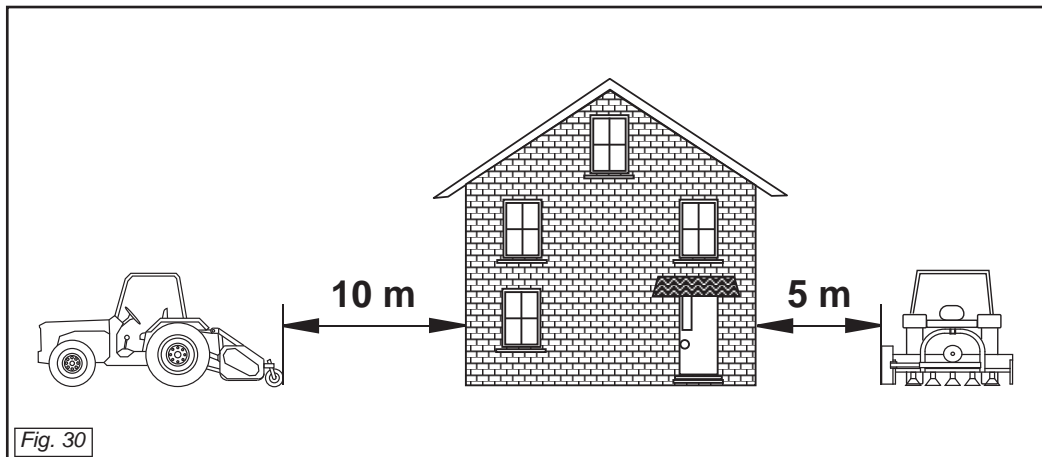

Fig. 30
- Lavorando in prossimità di abitazioni o strade rispettare le distanze di sicurezza (Fig. 30): 5 metri lateralmente, 10 metri posteriormente.
- *Comply with the safety distances when working near built-up areas or roads (Fig. 30): 5 meters each side, 10 meters at the rear.*
- Lors du travail à proximité des habitations ou des routes, respecter les distances de sécurité (Fig. 30): 5 mètres sur les côtés, 10 mètres à l'arrière.
- stände einhalten (Abb. 30): 5 m seitlich, 10 m hinten.*
- Trabajando cerca de casas o carreteras respetar las distancias de seguridad (Fig. 30): 5 metros lateralmente, 10 metros posteriormente.